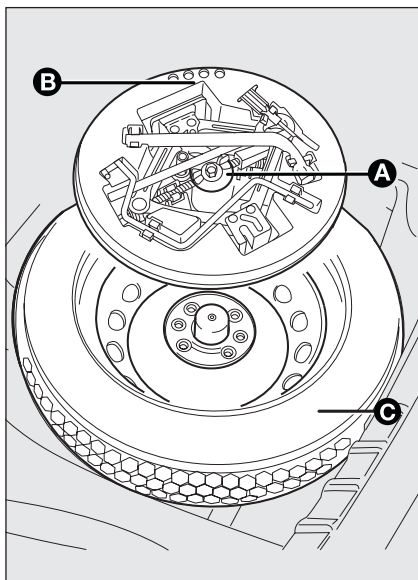

fig. 11
- svitare il dispositivo di bloccaggio **A** - fig. 11;
- sistemare il ruotino di scorta **C-fig. 11** nell'apposito vano ricavato nel bagagliaio;
- reinserire nel proprio contenitore **B-fig. 11** il cric parzialmente aperto forzandolo leggermente nella propria sede in modo da evitare eventuali vibrazioni durante la marcia;
- sistemare il contenitore, completo di attrezzi, nella ruota di scorta, avvitando il dispositivo bloccaggio **A-fig. 11**;